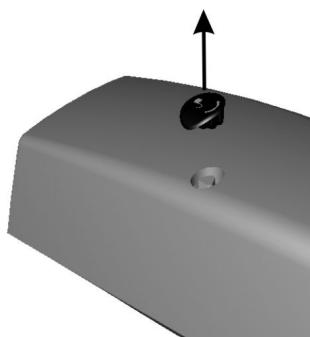

Fig. 7
- STONE / I: togliere il tappo di protezione Fig.7, inserire la chiave in dotazione nell'apposita sede e girare in senso orario sino ad arrivare al punto di battuta, a questo punto il pistone è sbloccato Fig. 8. Volendo richiudere il cancello e bloccarlo, in situazione ancora d'emergenza, sarà sufficiente ruotare l'apposita chiave di sblocco in senso antiorario. A questo punto il blocco avverrà automaticamente alla prima manovra di chiusura del cancello sia automatica che manuale.